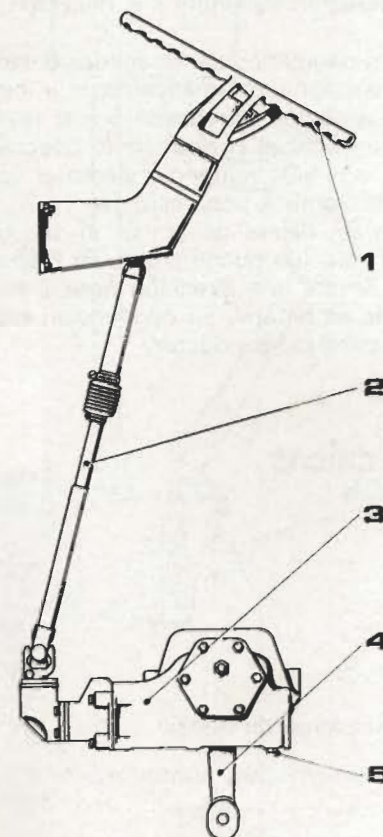

Fig. 10.1. — Servodirección
- b) Sacar el tapón de drenaje (fig. 10.1) de la caja inferior de la servodirección, girar el volante a la izquierda hasta la posición de tope. Poner en marcha el motor y dejarlo funcionar como máximo 10 segundos, hasta que el aceite sea vaciado de depósito y bomba. Parar el motor y girar el volante desde tope a tope, hasta que todo el aceite sea vaciado. Limpiar exteriormente el depósito. Sacar el elemento filtrante usado. Aceitar el soporte del filtro y montar un nuevo filtro.